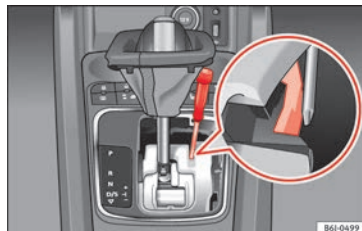

Fig. 47 Desbloqueo de emergencia de la palanca selectora.
- Pulse con un dedo la pieza de plástico amarilla en el sentido de la flecha » fig. 47.